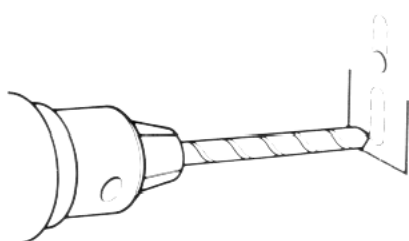

Fig. 9
- Percer 2 trous d'un diamètre de 8mm au bas de chaque trou oblong (Fig. 9) afin de conserver un peu de réglage pour la tension de courroie.